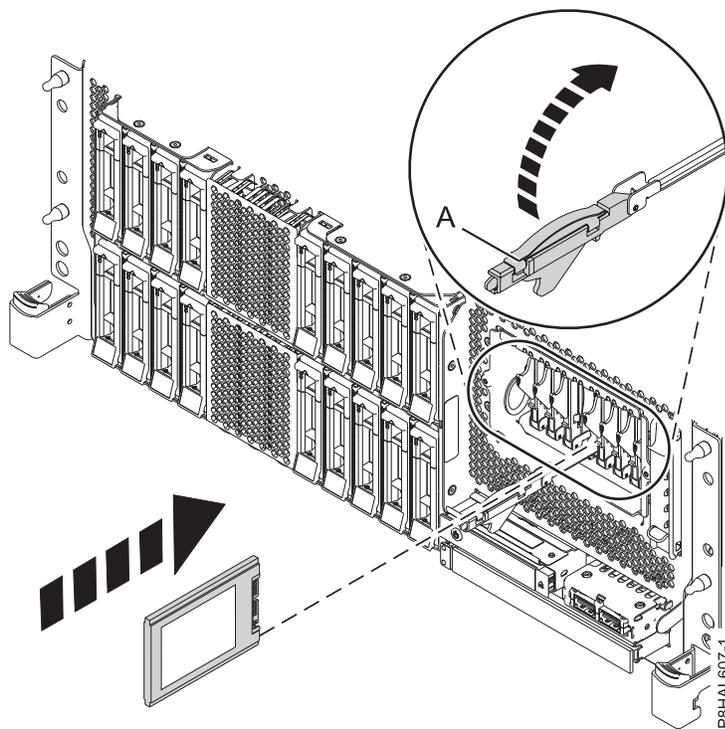
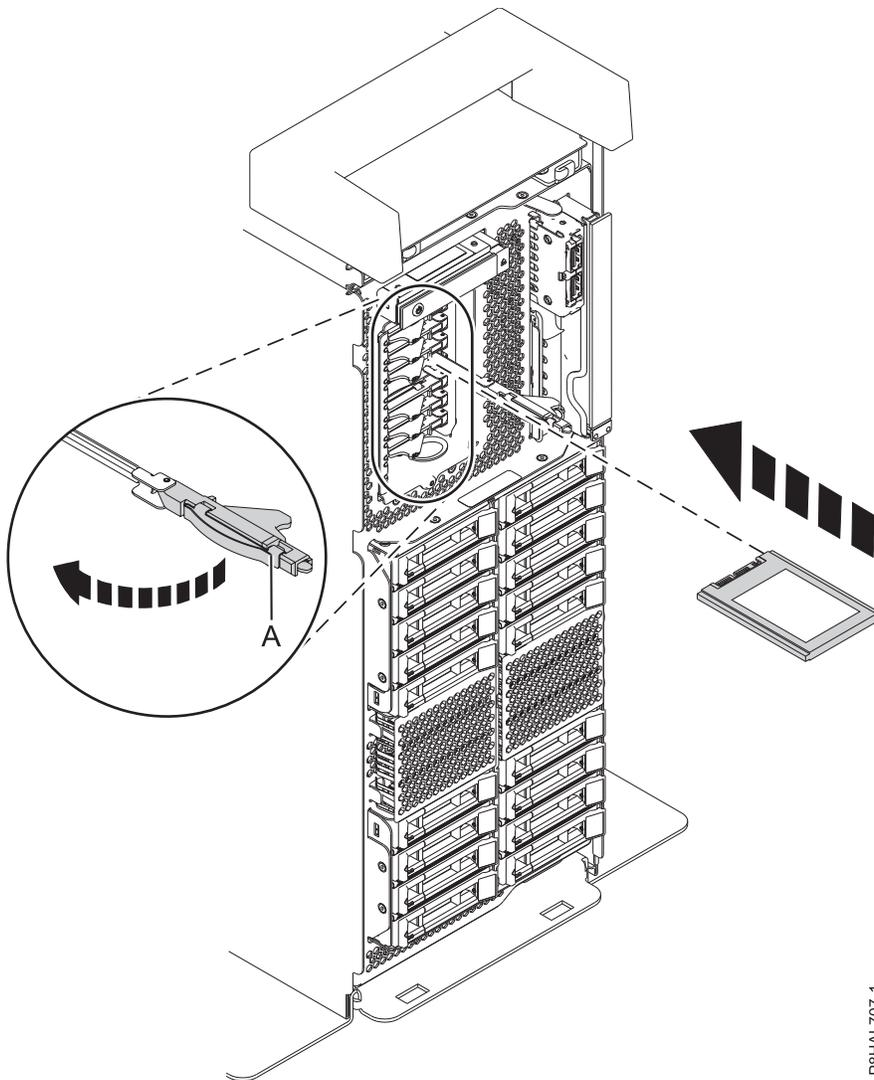

Abbildung 14. Solid-State-Laufwerk in einem Einschubsystem mit erweiterten Funktionen installieren
Abbildung 15. Solid-State-Laufwerk in einem Standalone-System mit erweiterten Funktionen installieren
3. Der Griff des Solid-State-Laufwerks (A) muss in der entriegelten Position sein, während Sie ihn nach außen ziehen, um auf die Führungsschienen im Steckplatz des Solid-State-Laufwerks zugreifen zu können. Stützen Sie das Solid-State-Laufwerk unten mit Ihrer Hand, wenn Sie es an den Führungsschienen im Steckplatz des Solid-State-Laufwerks ausrichten. Siehe Abb. 14 und Abb. 15 auf Seite 20.
4. Schieben Sie das Solid-State-Laufwerk bis zum Anschlag in das System und verriegeln Sie es, indem Sie den Griff (A) in die gezeigte Richtung drehen. Siehe Abb. 14 und Abb. 15 auf Seite 20.